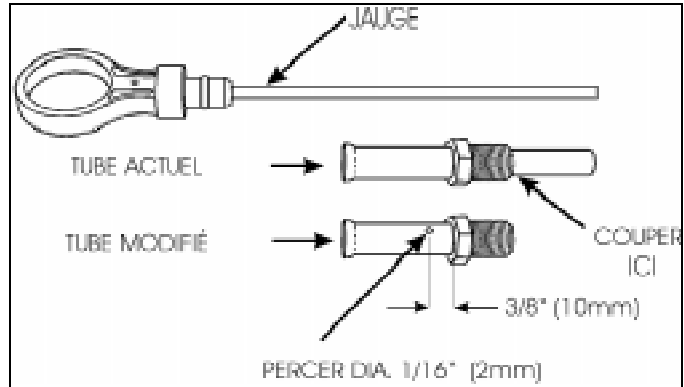

FIGURE 2 : PERÇAGE D'UN RENIFLARD
Pour éviter les pertes d'huile dues à l'augmentation de la pression interne de la boîte d'engrenages, il est suggéré de percer un reniflard dans le tube de la jauge d'huile (selon le type de jauge, voir la figure 2).
1. Retirer la jauge et enlever le tube actuel (figure 2).
3. Percer un trou d'environ $1/16$ " ($\varnothing 2\text{mm}$) de diamètre tel que sur la figure 2.